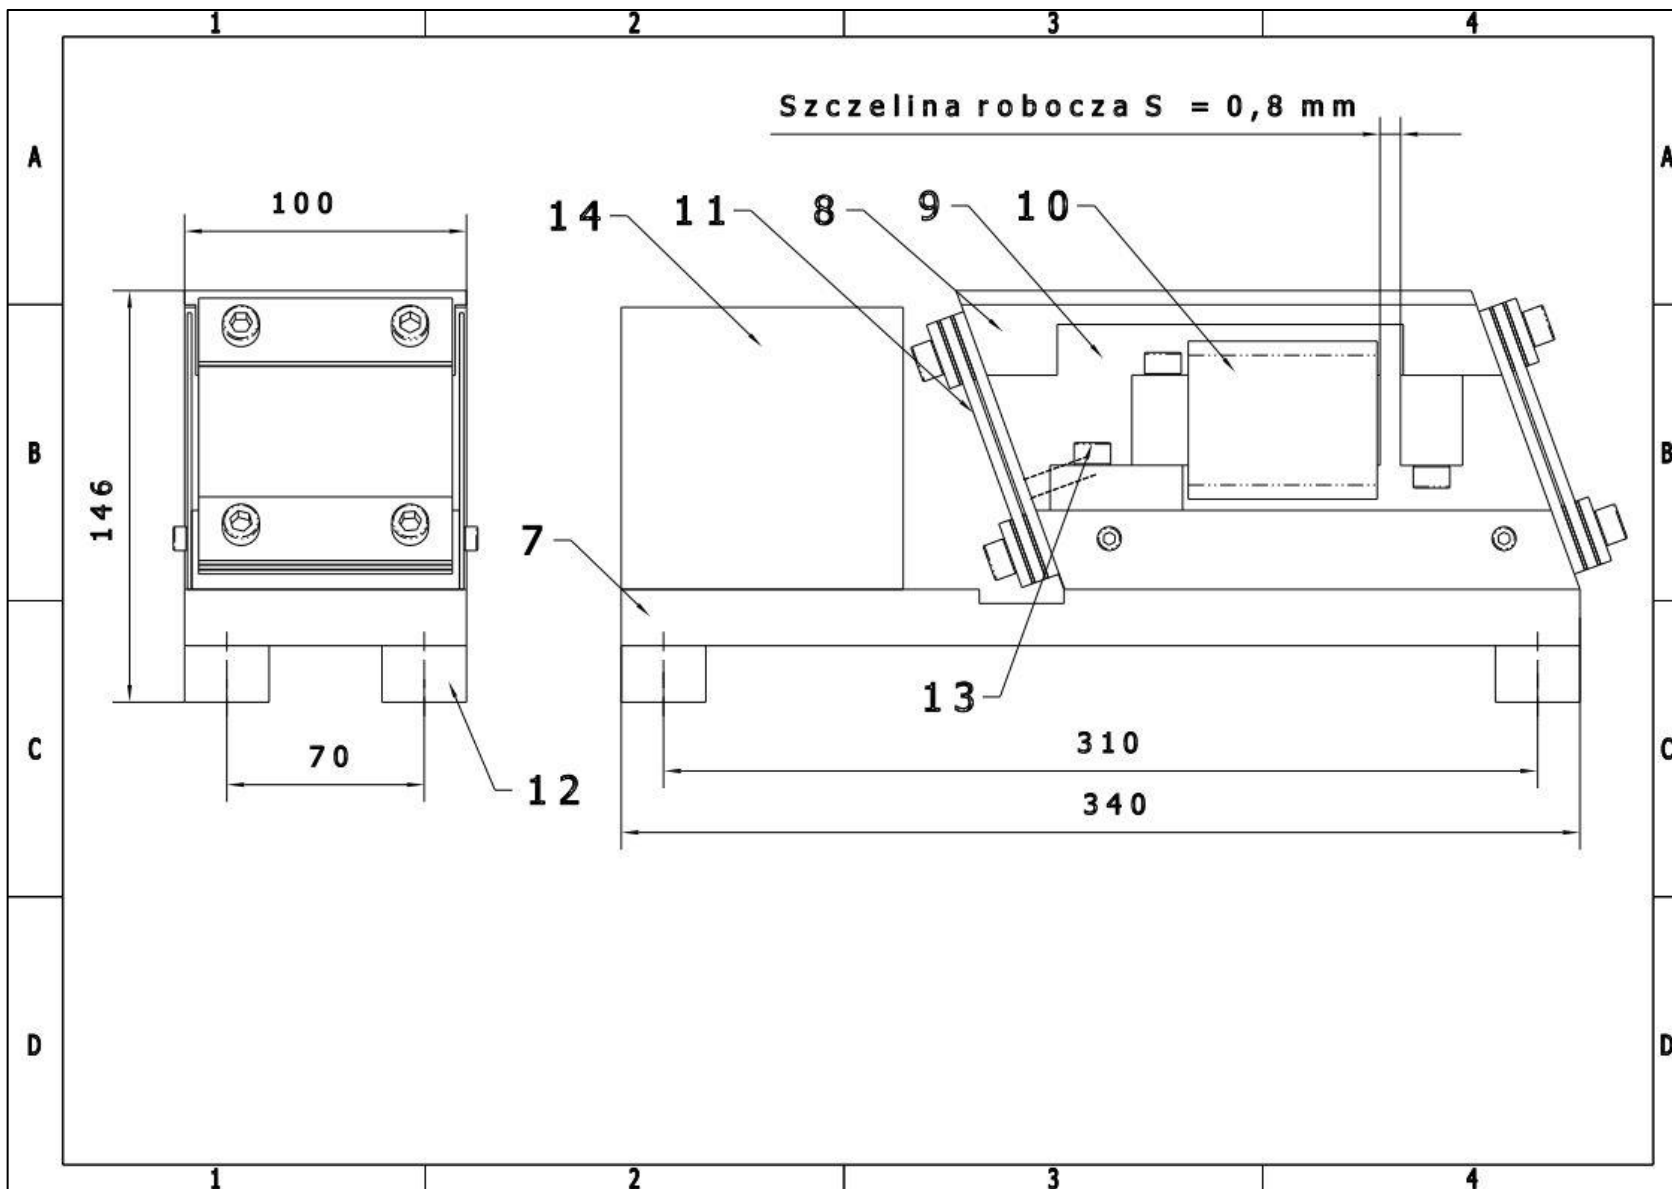

RYS.1. PODAJNIK DOSYPOWY PD 40. WYMIARY GABARYTOWE.
- **Rysunek 1** – podajnik PD 40.